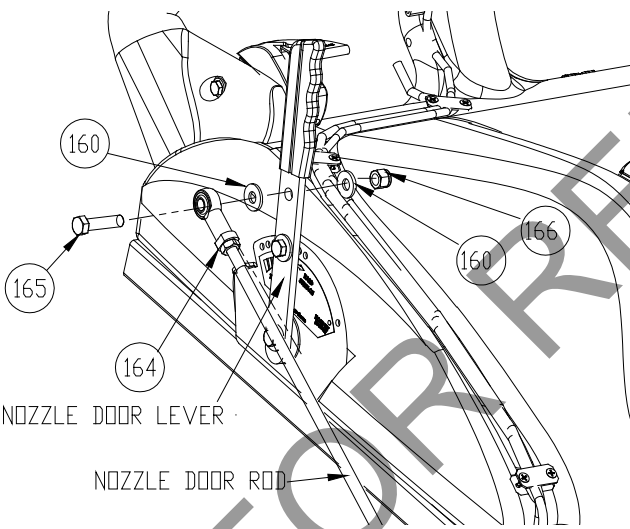

Fig. 5
7. Attach rod end to rod (See Fig. 5 next page).